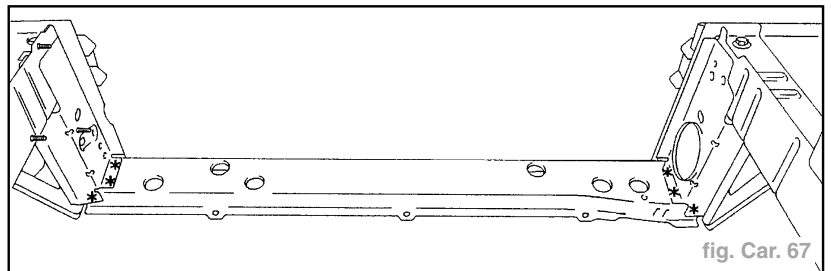

fig. Car. 67
- Dégraffer les points à l'aide d'une fraise de  $\varnothing = 8 \text{ mm}$  (fig. Car. 67).
- Souder par points électriques (voir fig. Car. 67 et 68).